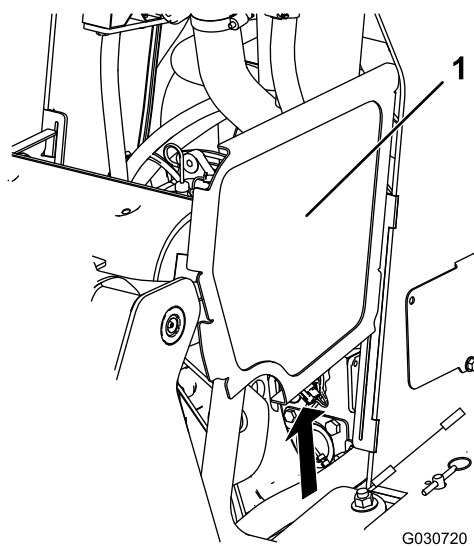

Рисунок 35
2. Сдвиньте вверх боковые решетки (Рисунок 35) и извлеките их из пазов в передних решетках и каркасе.